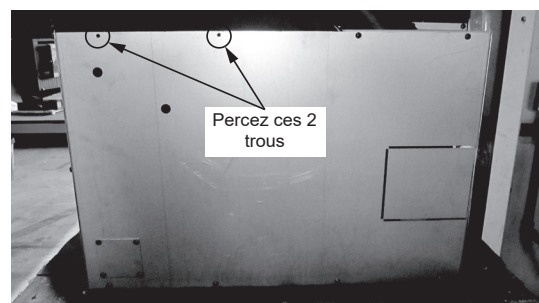

Figure 22.8
11. Utilisez la perceuse électrique avec la mèche n°26; percez 2 trous à l'arrière de la trémie. Ajoutez deux vis pour fixer l'ensemble carénage à l'appareil (**Figure 22.8**).